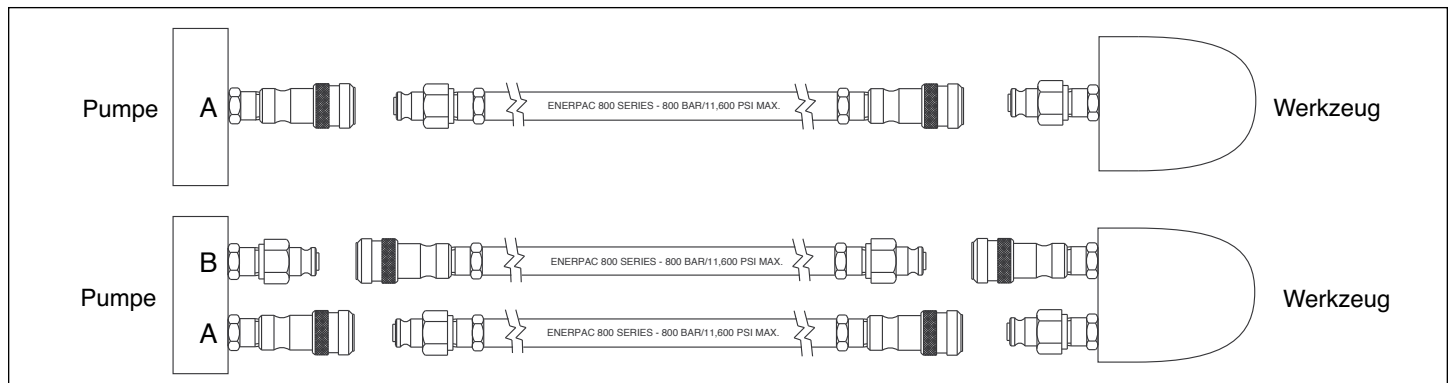

Abbildung 4 - Anschlüsse an den Drehmomentschlüssel
2. Verbinden Sie das andere Schlauchende mit dem Kopplungsstück am Schlüssel, wie in Abb. 4 dargestellt. Drehen Sie die Sicherheitsringe mit der Hand fest.
2. Verkoppeln Sie die Schläuche mit dem Drehmomentschlüssel, wie in Abb. 4 dargestellt. Drehen Sie die Sicherheitsringe mit der Hand fest. Die Schläuche und Kopplungsstücke der Serie 800 für die Nutzung der Enerpac Pumpen- und Drehmomentschlüssel-Kombination sind so konzipiert, dass der Vorlaufanschluss der Pumpe nur mit dem Vorlaufanschluss des Drehmomentschlüssels und der Rücklaufanschluss der Pumpe nur mit dem Rücklaufanschluss des Drehmomentschlüssels verbunden werden kann.